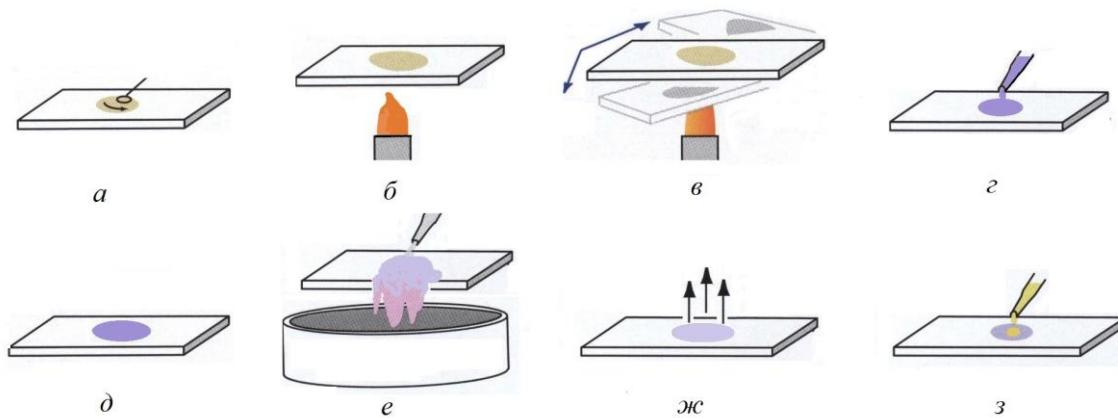

Рис. 1.6. Схема послідовного виготовлення фіксованого забарвлених препарату
2. Висушіть препарат на повітрі, або тримаючи скло високо над полум'ям (рис. 1.6, б).
3. Зафіксуйте препарат, тобто вбийте клітини і забезпечте їх прилипання до поверхні скла. Для цього скло з препаратом проведіть тричі через верхню частину полум'я (термічна фіксація) (рис. 1.6, в). Можна фіксувати препарати, обробляючи їх метиловим чи етиловим спиртом, сумішшю Нікіфорова, ацетоном (хімічна фіксація).
4. На фіксований препарат крапніть кілька крапель барвника (фуксин, метиленовий синій). Розподіліть барвник по всій поверхні мазка (рис. 1.6, г).
5. Залиште фарбу на препараті з фуксином протягом 1–2 хв, метиленовим синім – 3–5 хв (рис. 1.6, д).
6. Потім фарбу злийте, препарат добре промийте дистильованою водою (рис. 1.6, е).
7. Скло з країв протріть серветкою, препарат висушіть (рис. 1.6, ж).
8. Нанесіть на сухий препарат краплю імерсійної олії (рис. 1.6, з) і розгляньте препарат під мікроскопом (об'єктив $\times 90$).